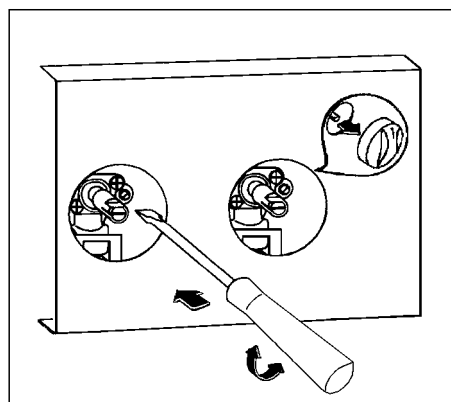

fig.14
4. Dévissez ou vissez la vis pointeau (qui se trouve à droite de l'axe du robinet fig. 14) jusqu'à l'obtention d'une flamme très courte mais stable pour le gaz naturel. Pour le gaz butane - propane, vissez totalement la vis dans le sens des aiguilles d'une montre sans forcer.
4. Dévissez la vis pointeau (fig. 14) d'environ 3 tours.